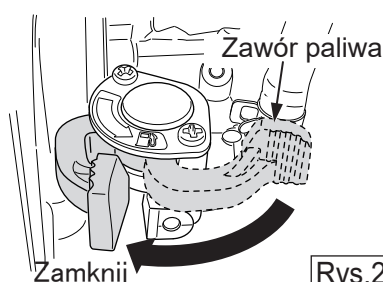

Rys.24
- 2 Przetaw dźwigienkę przepustnicy gazu do pozycji stop aby zatrzymać urządzenie. (Rys. 24)